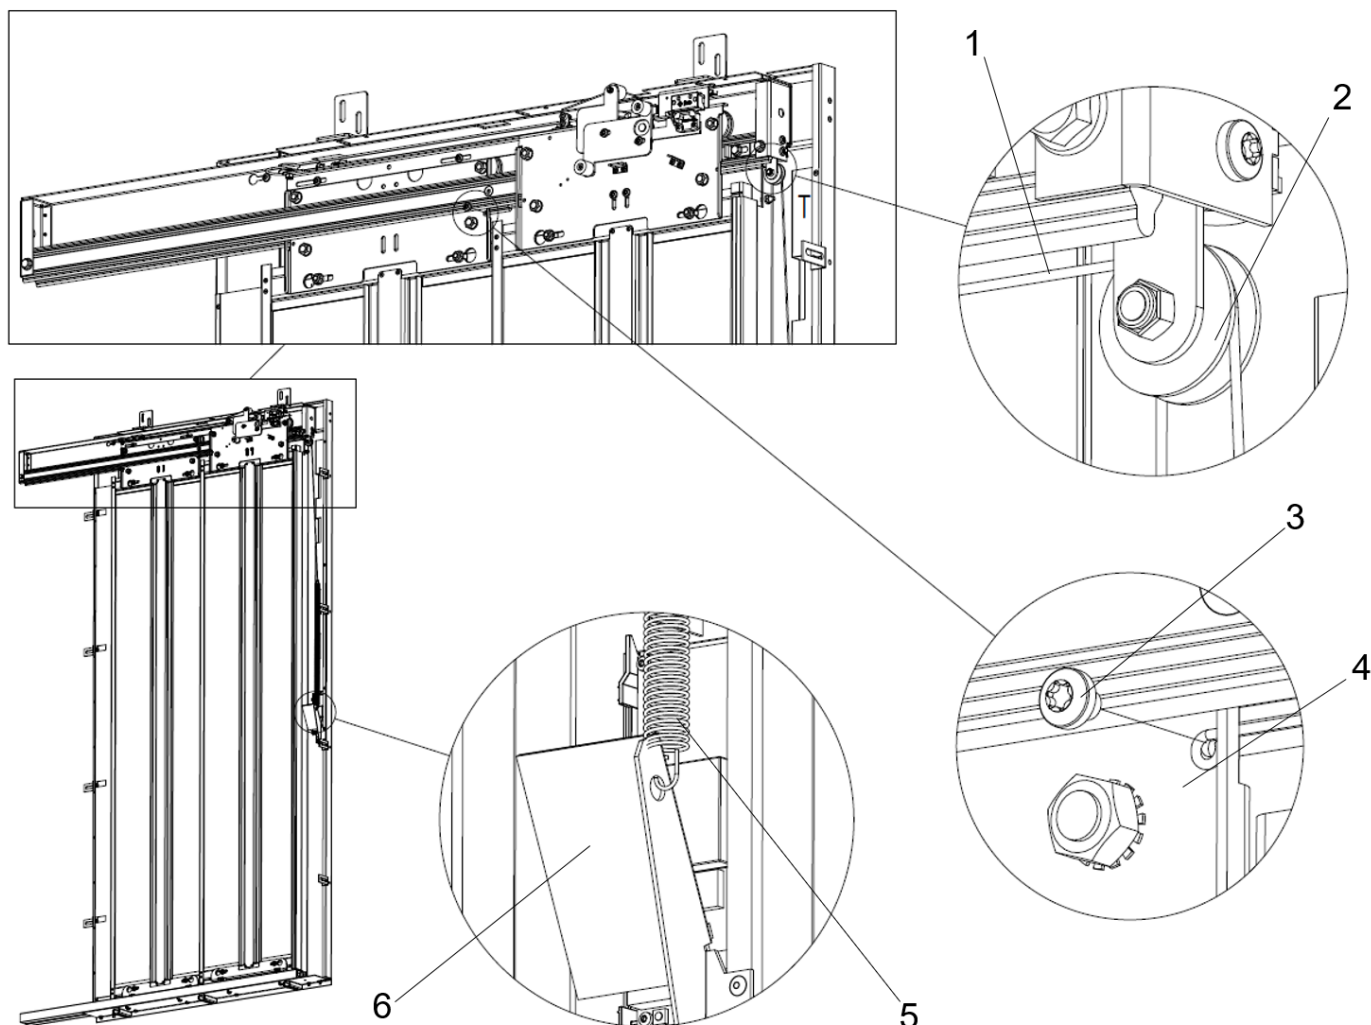

Fig. 52 Udskiftning af lukkefjeder
1. Løsn den skrue (3), som holder lukkekablet (1) til den langsomme dørs panelophængsplade (4), se Fig. 52.
2. Afhægt lukkefjederen (5) fra CiDis-holderen (6) på dørrammen.
3. Udskift lukkekablet og fjederen med nye dele med samme dimensioner. Sørg for at lukkekablet løber omkring lukke kabelrullen (2).